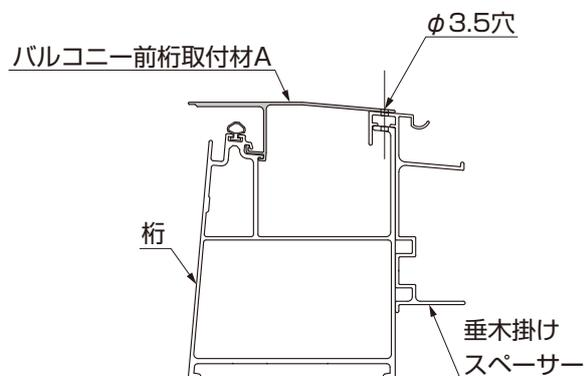
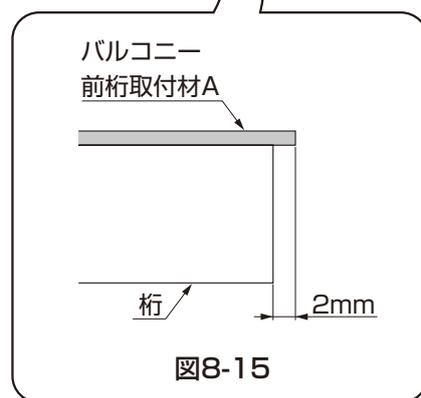

図8-13
図8-15
- ④バルコニー前柵取付材Aが柵端部から2mmはみ出す位置でφ3.5で柵のフィンまで貫通で穴加工してください。(図8-13、図8-15参照)